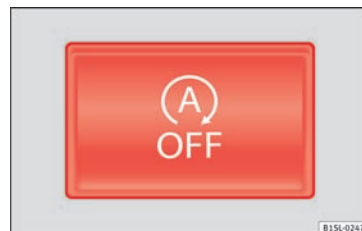

Fig. 93 I midterkonsollen øverst: knap til start-stop-system
- Tryk på knappen  i midterkonsollen » **Fig. 93.**